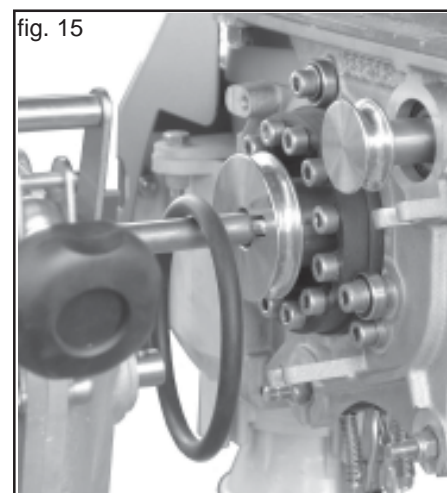

fig. 15
- Laisser simplement la courroie sur l'arbre de transmission (Fig. 15).